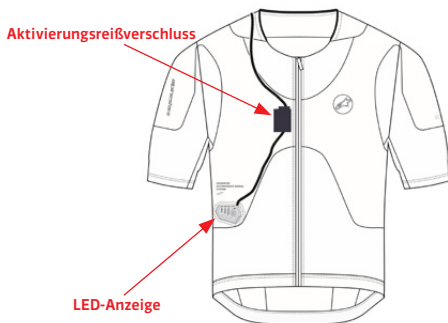

Abbildung 25: Entfernen der LED-Anzeige (3) und des Aktivierungsreißverschlusses (2)
4. **Entfernen Sie die LED-Anzeige (3) und den Aktivierungsreißverschluss (2)** - Entfernen Sie die LED-Anzeige (3), indem Sie auf die Öffnung im Inneren des Kleidungsstücks zugreifen, und entfernen Sie dann den Aktivierungsreißverschluss (2), der sich in der Klettverschlusstasche befindet, wie in Abbildung 25 dargestellt.